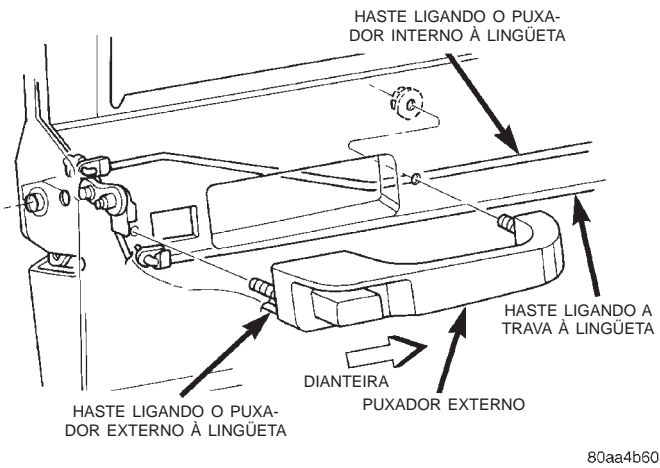

Fig. 56 Puxador Externo da Porta Traseira
(1) Remova o painel de acabamento da porta.
(2) Levante totalmente o vidro.
(3) Retire a barragem de água para obter acesso às presilhas do puxador externo.
(4) Remova a lingüeta.
(5) Remova a tampa do furo de acesso.
(6) Remova as porcas que prendem o puxador à porta (Fig. 56).